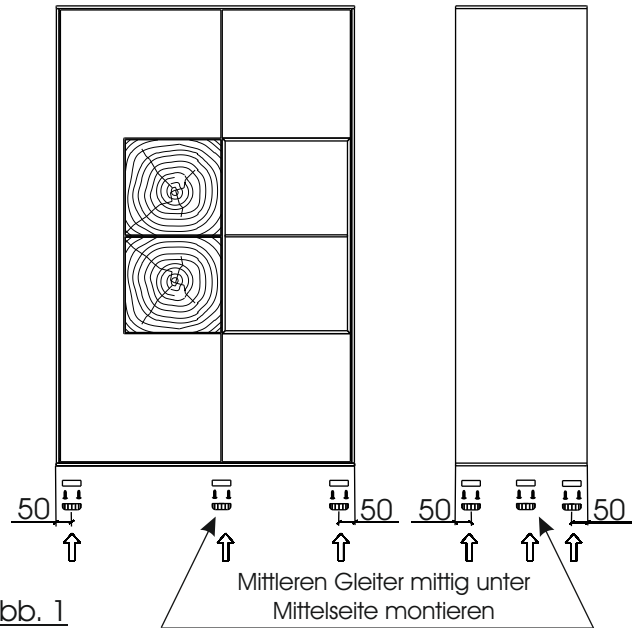
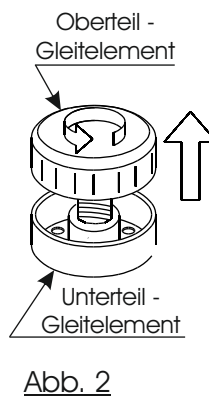

Abb. 1
Abb. 2
2. Drehen Sie die Sockelgleiter auseinander (Abb.:2) und positionieren die Unterteile der Gleiter entsprechend der nebenstehenden Grafik auf den Unterboden des Möbels. (Abb.:1/3) Verschrauben Sie die Unterteile mit je vier Ø3,5x17mm RW-Schrauben. Anschließend werden die Oberteile der Gleitelemente wieder aufgeschraubt. (Abb. 2)